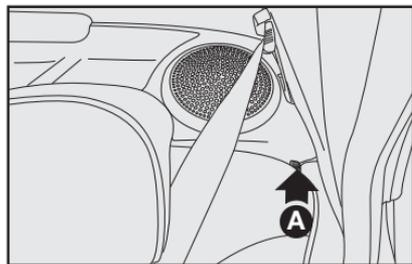

fig. 129
4) Desenganche el respaldo, utilizando las palancas laterales A-fig. 129 en el sentido de la flecha.
eso, desbloquee la palanca derecha o izquierda A-fig. 129 y incline hacia adelante el cojín deseado hasta obtener una superficie de carga única.